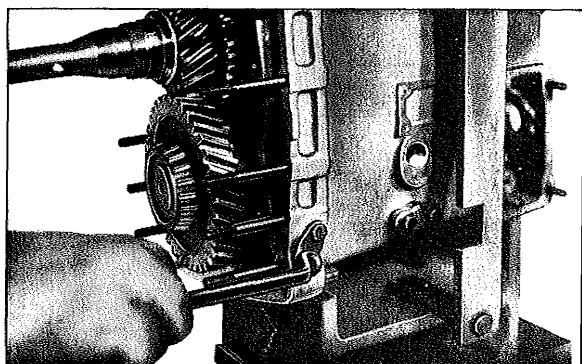

Fig. 12
- 8.1 Dévissez les vis à tête hexagonale (633) (fig. 12) et retirez du carter les axes d'articulation (605 et 615). Il est alors avantageux de faire basculer la boîte sur le chevallet de montage "1" de manière à ce que l'arbre menant soit orienté vers le haut et de guider un peu les fourchettes pour empêcher qu'elles ne se mettent de travers.